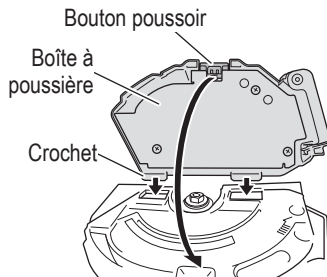

Fig. 15
- (4) Si la rondelle (A) a été retirée, l'installer d'abord sur l'unité principale. Ensuite, monter la lame de scie sur l'axe et enfin, fixer la rondelle (B).
- (5) Pour assurer une rotation adéquate de la lame de scie, le sens de la flèche sur la lame de scie doit coïncider avec le sens de la flèche sur le carter de la scie.
- (6) Serrer manuellement le plus possible le boulon hexagonal retenant la lame de scie. Ensuite, appuyer sur le levier de verrouillage, verrouiller l'axe et serrer à fond le boulon à bride hexagonale.
- (7) Confirmer que le levier de verrouillage se trouve sur sa position d'origine.
- (8) Fixer la boîte à poussière. (Fig. 15)